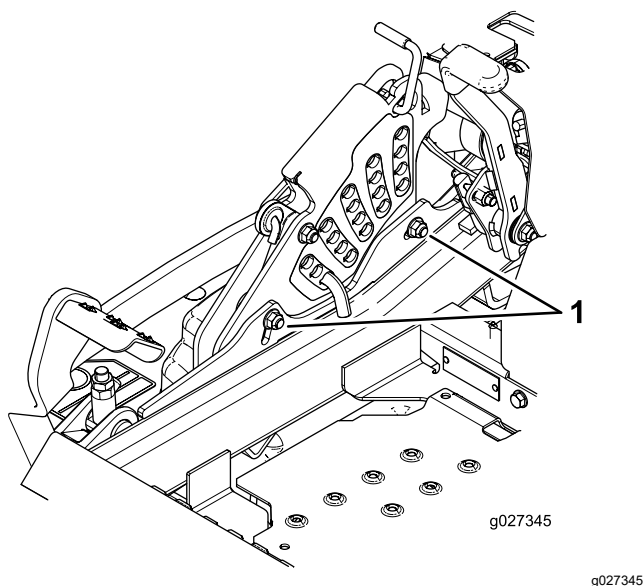

Figura 102
11. Para ajustar el sistema de ajuste de un solo punto, afloje los 2 pernos situados cerca del borde inferior de la pletina de altura de corte (**Figura 102**).
13. Apriete los 2 pernos en el borde inferior de la pletina de altura de corte (**Figura 102**).